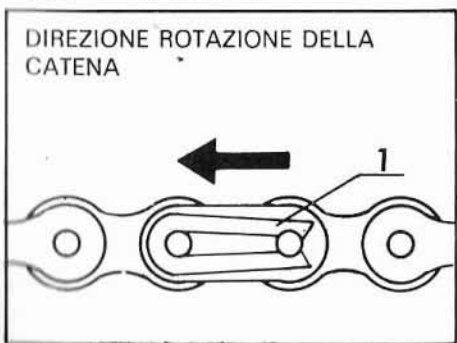

Fig. 25 - Molletta di arresto.
- Mediante una pinza rimuovere la molletta di arresto (1 Fig. 25) e dopo aver tolto la maglia di giunzione sfilare la catena.